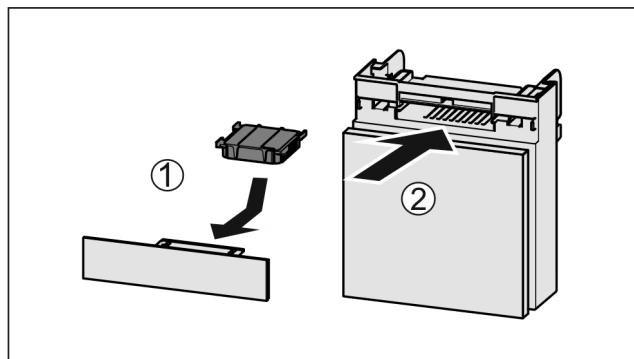

Fig. 32
- Установите фильтр с активированным углем, как показано на рисунке Fig. 32 (1).
- Вставьте отделение Fig. 32 (2).